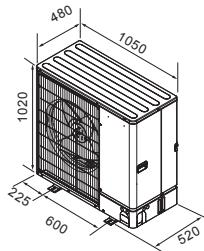

Fig. 2-2
2.3.Außenmaße (Außenanlage) (Fig. 2-2)